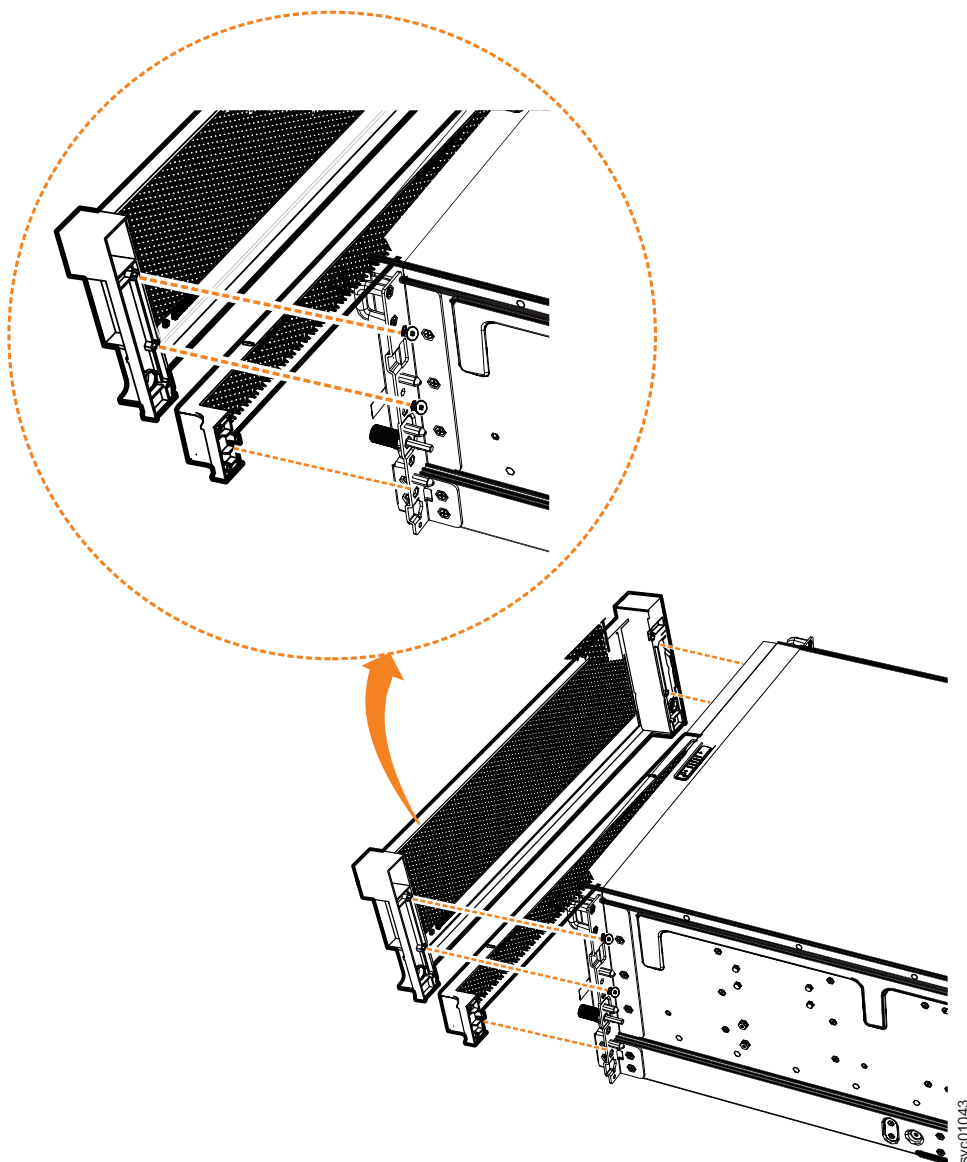

Figura 91. Sustituya los componentes de carcasa en el alojamiento de expansión
2. Alinee la carcasa 4U frontal con el alojamiento de manera que los tornillos de mano se inserten en los orificios de cada lado. Como muestra la Figura 91 en la página 94, esta acción alinea los orificios para tornillo de la parte posterior de la carcasa con los orificios para tornillo del reborde frontal del alojamiento.
4. Vuelva a conectar la carcasa 1U inferior que cure las unidades de fuente de alimentación (PSU). Alinee la carcasa con el alojamiento y empújela suavemente hasta que encaje en su lugar en el chasis, como se muestra en la Figura 91 en la página 94.